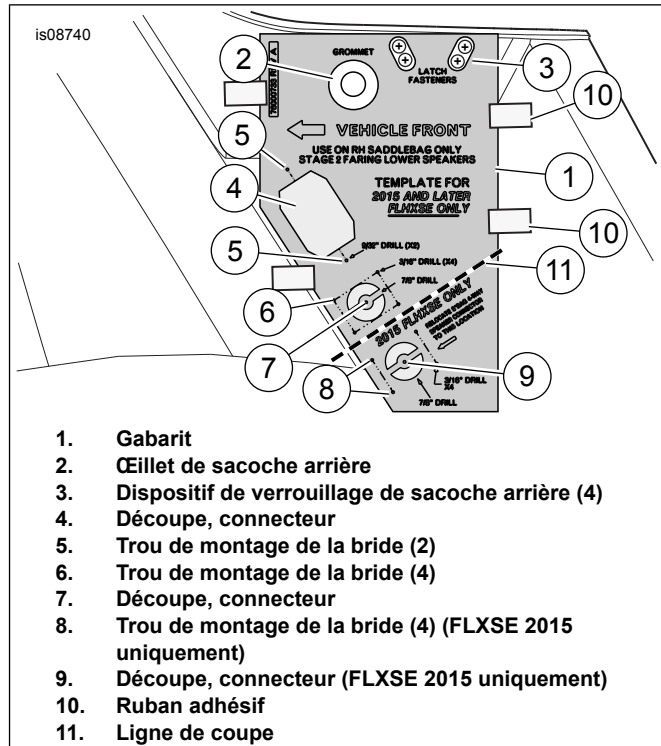
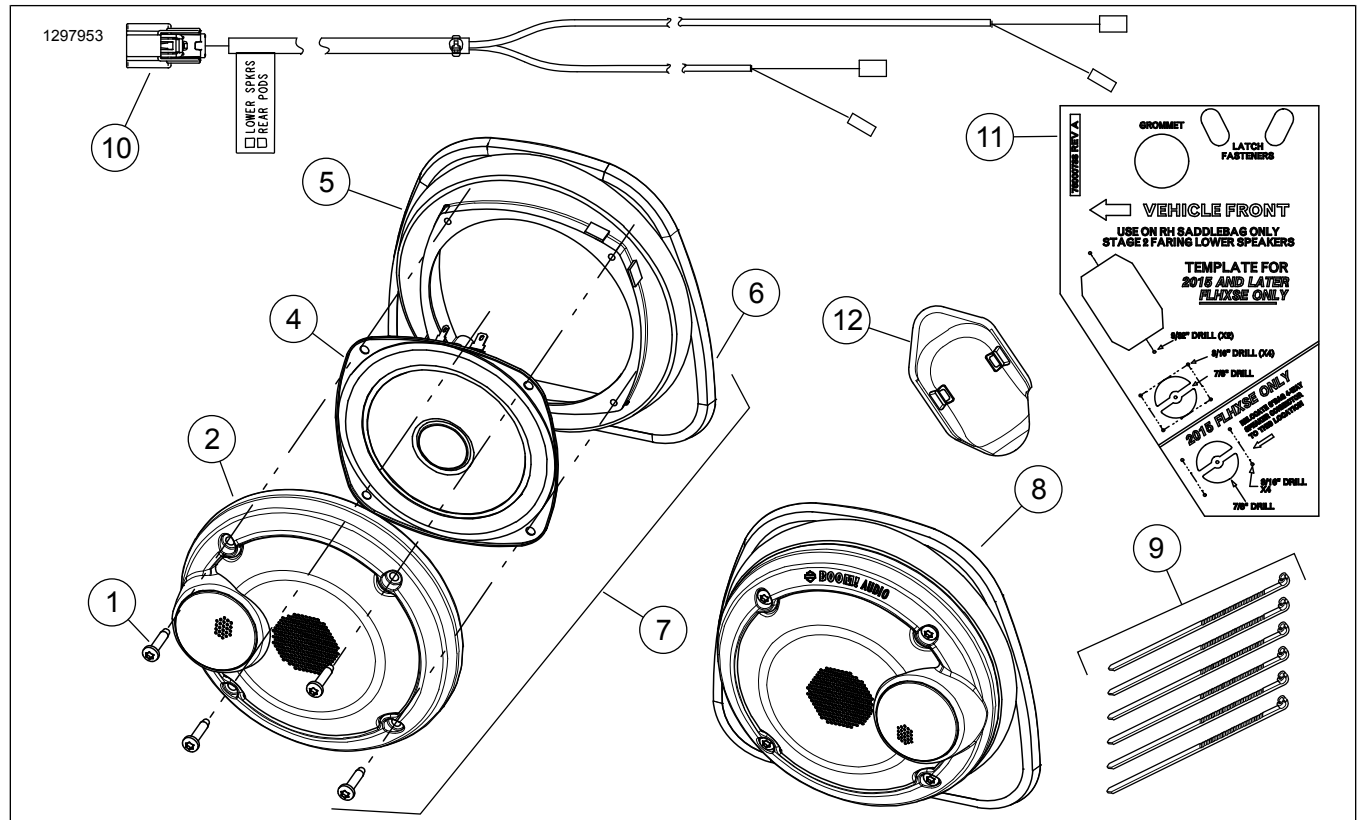

Figure 3. Découpe de sacoche droite et installation du faisceau de perçage
Figure 4. Pièces de rechange, haut-parleurs de bas de carénage
Consultez Figure 4 et Tableau 1.
1. Consultez Figure 4 . **Stage I** : acheminez les petits conducteurs de borne sur le faisceau de fils (10) vers le carénage inférieur. **Stage II** : le faisceau de fils (10) n'est pas utilisé. Jetez le faisceau de fils. Acheminez le faisceau latéral du véhicule selon les instructions du kit d'installation de l'amplificateur. **AUCUN** trou ne doit être percé dans le bas de carénage.
Connectez [313] au faisceau de fils (10). Consultez Figure 4 . Passez à la section FINALISATION.
1. Consultez Figure 3 . Utilisez le gabarit (1) pour découper les ouvertures dans la sacoche pour le connecteur à bride [289-1] à 18 voies de l'amplificateur de **bas de carénage** .
- b. Placez le gabarit sur la sacoche. Alignez l'œillet (2) et verrouillez les ouvertures du dispositif de verrouillage (3). Utilisez du ruban (10) pour fixer le gabarit en place.
- d. Tracez le contour (4) de découpe sur la sacoche. Tracez le contour (7) de découpe sur la sacoche. Tracez le contour (9) de découpe sur la sacoche.
- e. Percez deux trous (5) de 9/32 po pour les emplacements de montage de la bride du connecteur. Percez cinq trous (6) de 3/16 po pour les emplacements de montage de la bride du connecteur. Percez cinq trous (8) de 3/16 po pour les emplacements de montage de la bride du connecteur.
- f. Retirez le gabarit. Utilisez une scie à air ou un outil similaire pour couper la découpe du connecteur (4). Vérifiez la taille de l'ouverture (4) avec le connecteur à bride à 18 voies [289-1A] sur le faisceau de la sacoche (consultez Figure 4 , article no 7). Façonnez le trou comme illustré sur le gabarit si nécessaire pour un bon ajustement.
- a. Coupez le fond du gabarit le long de la ligne de coupe (11). Jetez le fond du gabarit.
- c. Placez le gabarit sur la sacoche. Alignez l'œillet (2) et verrouillez les ouvertures du dispositif de verrouillage (3). Utilisez du ruban (10) pour fixer le gabarit en place.
- e. Tracez le contour (4) de découpe sur la sacoche. Tracez le contour (7) de découpe sur la sacoche.
- f. Percez deux trous (5) de 9/32 po pour les emplacements de montage de la bride du connecteur. Percez cinq trous (6) de 3/16 po pour les emplacements de montage de la bride du connecteur.
- g. Retirez le gabarit. Utilisez une scie à air ou un outil similaire pour couper la découpe du connecteur (4). Vérifiez la taille de l'ouverture (4) avec le connecteur à bride à 18 voies [289-1A] sur le faisceau de la sacoche (consultez Figure 4 , article no 7). Façonnez le trou comme illustré sur le gabarit si nécessaire pour un bon ajustement.
- h. Après avoir installé le connecteur à 18 voies [289-1] : Installez le cache-connecteur (12) par-dessus en l'enclenchant en place. Fixez les faisceaux de fils à l'intérieur de la sacoche à l'aide des sangles de câble et des bases adhésives fournies avec le kit d'installation d'amplificateur. Terminez l'installation de l'amplificateur Stage II selon les instructions dans ce kit.
Consultez Figure 3 , articles no 6 et 7.